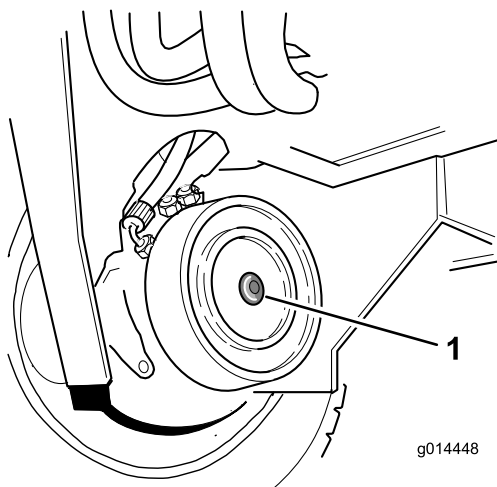

Figura 36
2. Identifique el disco de freno del motor de la rueda delantera derecha y retire el tapón hexagonal (Figura 36).